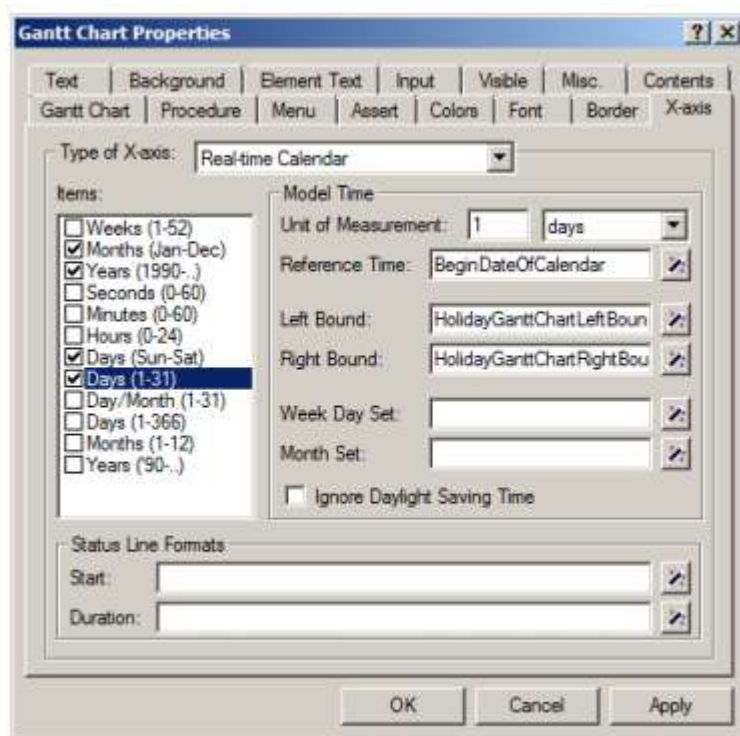

图 12.11 Gantt Chart Properties 对话框
- 如图 12.11 所示，选择 ‘Days (Sun-Sat)’，‘Days (1-31)’，‘Months’ 和 ‘Years’